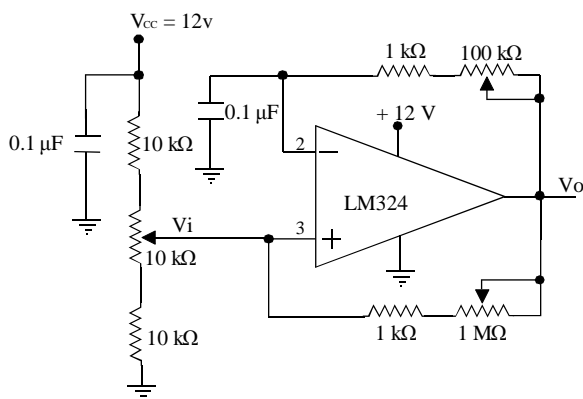

Figura 6. Circuito generador de onda cuadrada
En el circuito de la Figura 6 mediante los componentes C_1, R_4, R_5, R_6 y R_7 controlan la frecuencia de la señal mediante el tiempo de carga y descarga del capacitor, mientras que las resistencias R_1, R_2 y R_3 controlan el ancho de pulso.
3. Armar el circuito de la Figura 6 y observar el voltaje de salida.